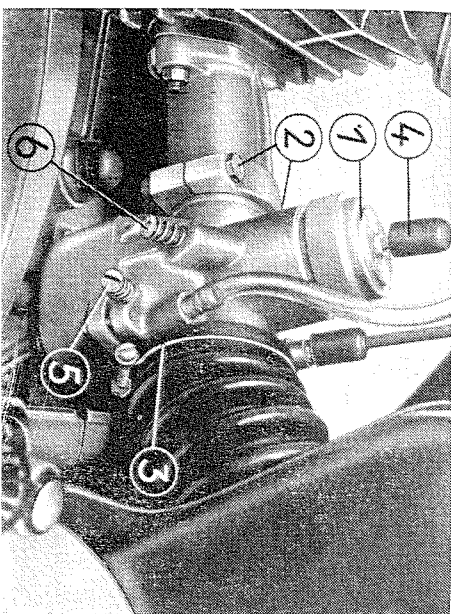

Fig. 19. Déposer le carburateur 30 N 2-3 (T.S. 250 I)
**Nota important:** Sur le carburateur du type 30 N 2-4 de la TS 250/1, montré par la fig. 19, le régime de ralenti ne se règle pas en agissant sur la vis de réglage